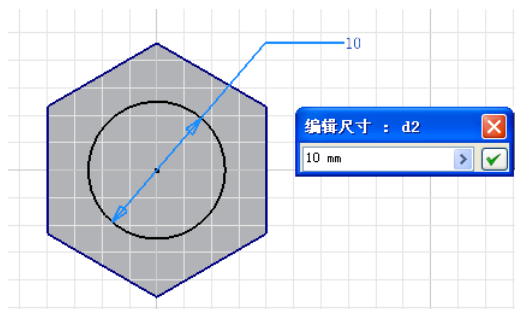
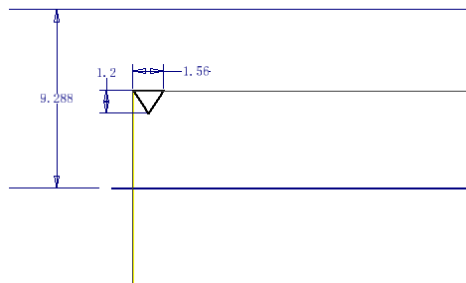
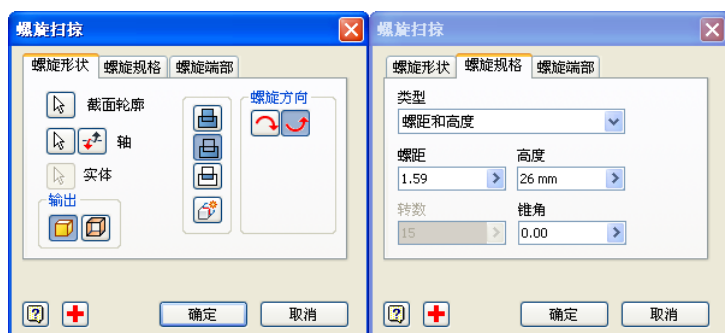
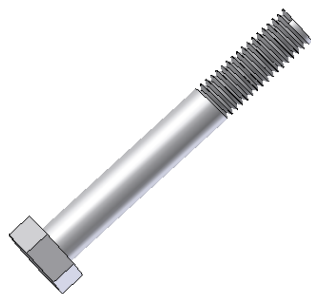

图 6-53 绘制圆形作为螺杆拉伸截面
图 6-56 绘制螺旋扫掠截面轮廓
图 6-57 “螺旋扫掠”对话框
图 6-58 完成螺旋扫掠
在螺帽实体的任意一个底面上单击右键，在打开菜单中选择【新建草图】选项，新建草图同时进入到草图环境下。单击【草图】标签栏【绘图】面板的【圆】工具按钮，绘制一个圆形，注意使得圆形的中心与六边形的中心重合。单击【约束】面板内的【尺寸】工具按钮，标注圆形半径，并修改直径值为 10，如图 6-53 所示。
② 在这个工作平面上新建草图。为了观察方便，可以在工具栏中将模型的显示方式设置为【线框显示】方式。在新建的草图中，绘制如图 6-56 所示的截面轮廓，并且利用【约束】面板内的【尺寸】工具进行标注。注意两点，其一，进行扫掠的截面轮廓是图中所示的三角形，我们这里不详细讲述三角形的形状，这个应该根据具体的螺纹的齿形来决定三角形的形状，若有必要，读者可以查阅相关的机械零件手册；其二，依然要绘制一条直线作为螺旋扫掠的旋转轴，该直线一定要位于螺栓的中心线上，在图 6-53 中用尺寸 9.2875 实现这一点。
单击【草图】标签上的【完成草图】工具按钮, 退出草图环境, 进入零件特征环境下。单击【三维模型】标签栏【创建】面板上的【螺旋扫掠】工具按钮, 打开【螺旋扫掠】对话框, 选择图 6-56 中的三角形作为截面轮廓, 选择螺栓的中心直线作为旋转轴, 在布尔操作选项中选择【求差】选项, 螺旋方向为默认的【左旋】方向即可。在【螺旋规格】选项卡中, 设定如图 6-57 所示。单击【确定】按钮完成螺旋扫掠, 如图 6-58 所示。